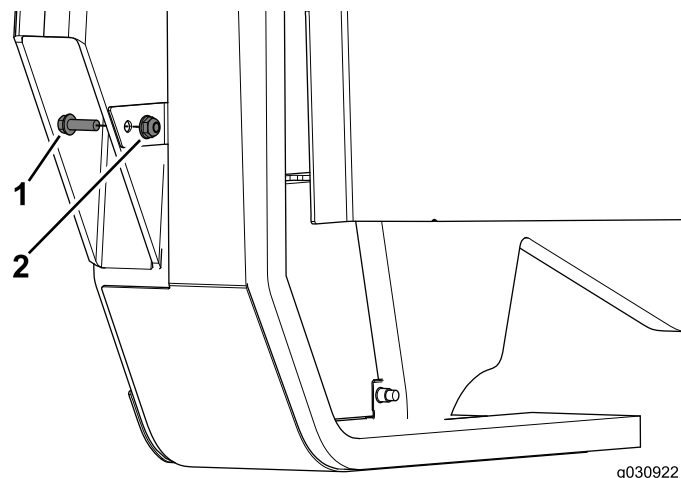

Рисунок 28
4. Завершите установку панели в сборе, используя болт (1/4 x 3/4 дюйма) и фланцевую гайку (Рисунок 28).